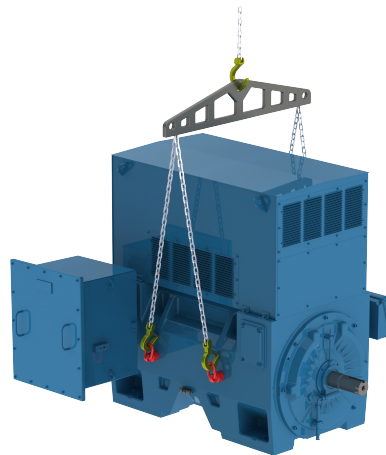

Figura 4.6: Içamento de motores W60 com correntes paralelas
- Para motores W60, conforme Figura 4.6 na página 188, é necessária a utilização de uma barra separadora (spreader beam) para manter o elemento de içamento (corrente, cabo) no eixo vertical e assim também evitar danos à superfície do motor.